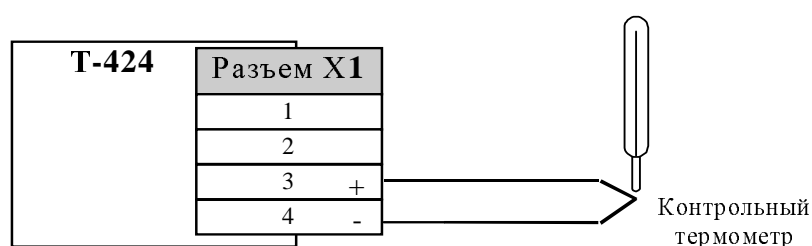

Рис. 5.5.
5.5.10.1. Собрать схему измерения согласно рис. 5.5., использовать термopару типа ТХА.